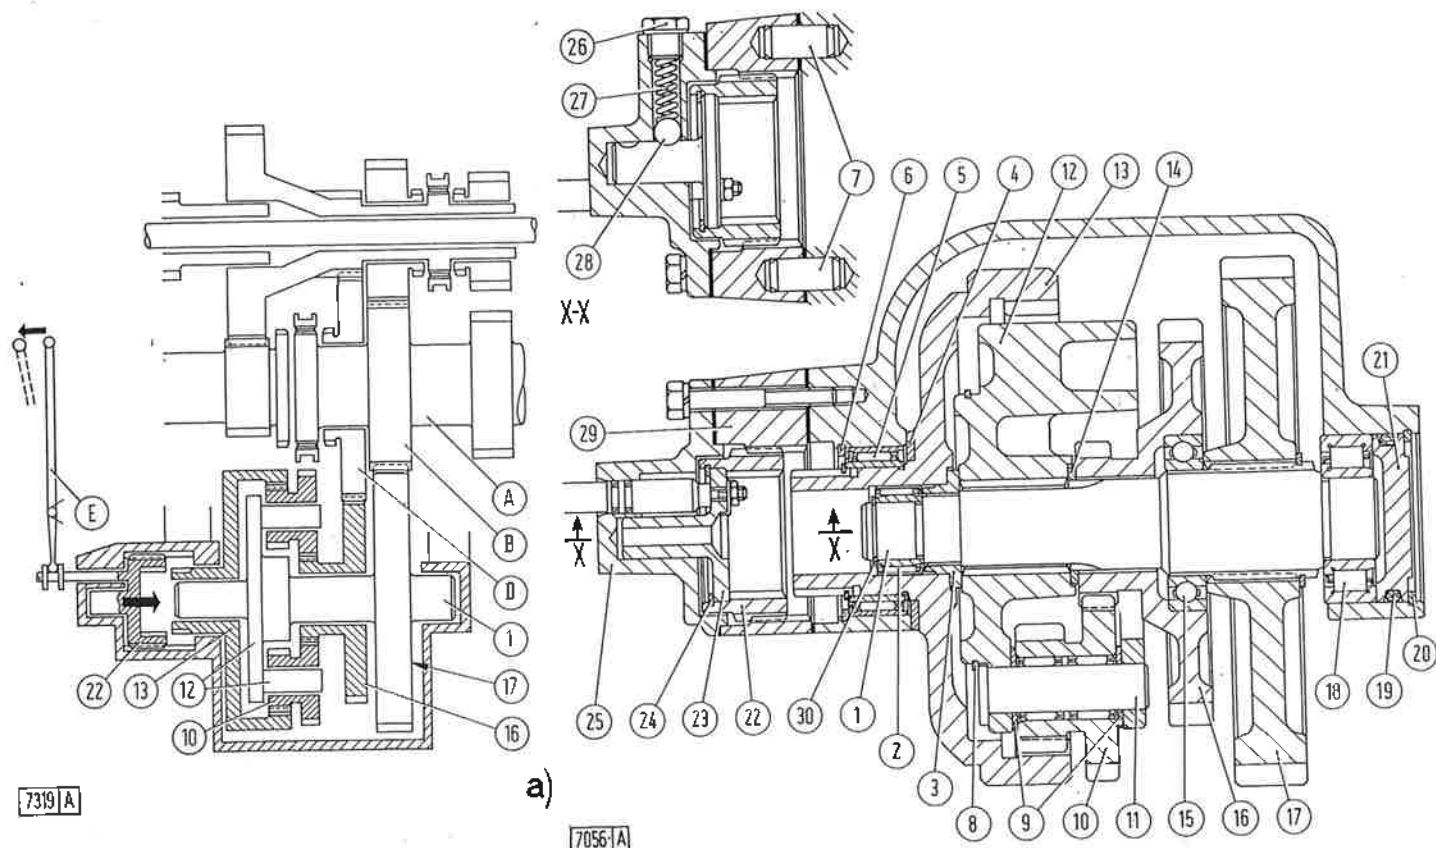

Fig. 89 - Coupe du réducteur supplémentaire.
Epaisseur des rondelles de butée: — de satellites (9, fig. 89) — de boîtier porte-satellites (14) — de couronne (4)	1,970 à 2,000 mm 2,970 à 3,000 mm 3,970 à 4,000 mm
Pour le désassemblage du réducteur supplémentaire, se référer à la fig. 89, en se rappelant que: